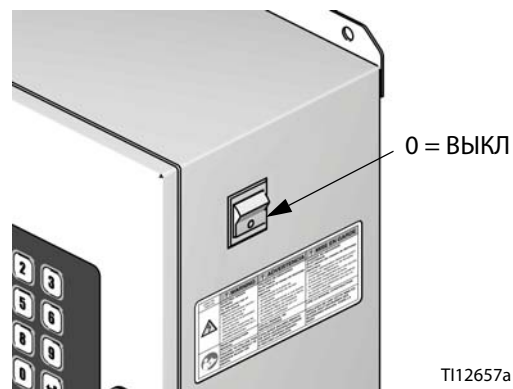

Рис. 12: Питание отключено
3. Отключите питание ProMix 2KS (положение 0). Рис. 12.